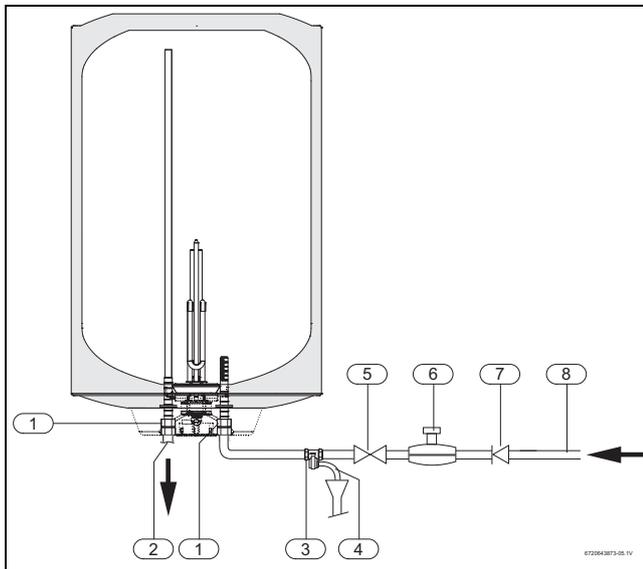

Fig. 7 Ligação de água
- ▶ Instalar a válvula de segurança na entrada de água do termoacumulador (→Fig. 7).
Se a pressão de entrada de água for superior a 80% da pressão máxima do termoacumulador (6 bar), ou seja 4.8 bar, instalar uma válvula redutora (→Fig. 7). A válvula de segurança vai actuar sempre que a pressão da água no termoacumulador for superior a 6 bar, pelo que é necessário prever uma forma de canalizar o escoamento dessa água.
De forma a evitar problemas provocados por alterações de pressão súbitas na alimentação, aconselha-se a montagem de uma válvula anti-retorno a montante do termoacumulador (→Fig. 7, [7]).
- ▶ Fechar a válvula de corte de água (→Fig. 7).